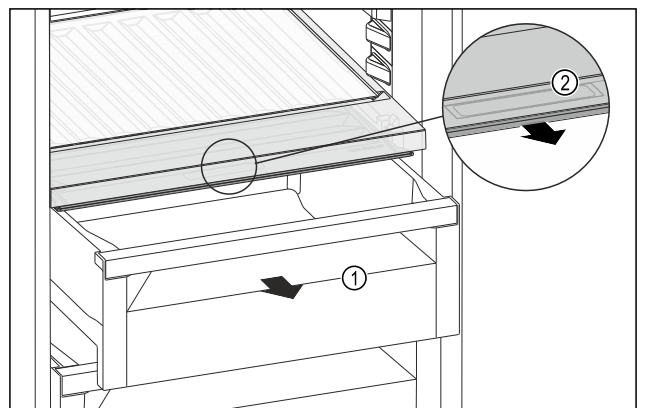

Fig. 107
- ▶ Trekk ut skuffen Fig. 107 (1).
- ▶ Ta tak i det innfelte grepet Fig. 107 (2) på lokket, og trekk samtidig lokket forover.